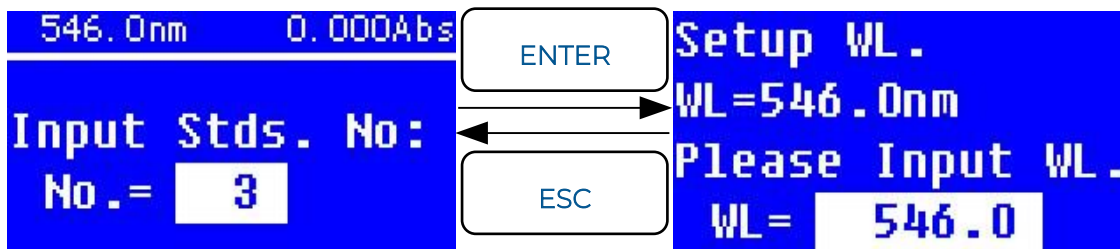

Figura 11
- 3 Presione **GOTO  $\lambda$**  para entrar a la interfaz de configuración de longitud de onda; use las teclas **▲** y **▼** para ingresar el valor requerido y presione **ENTER** para confirmar (figura 11).